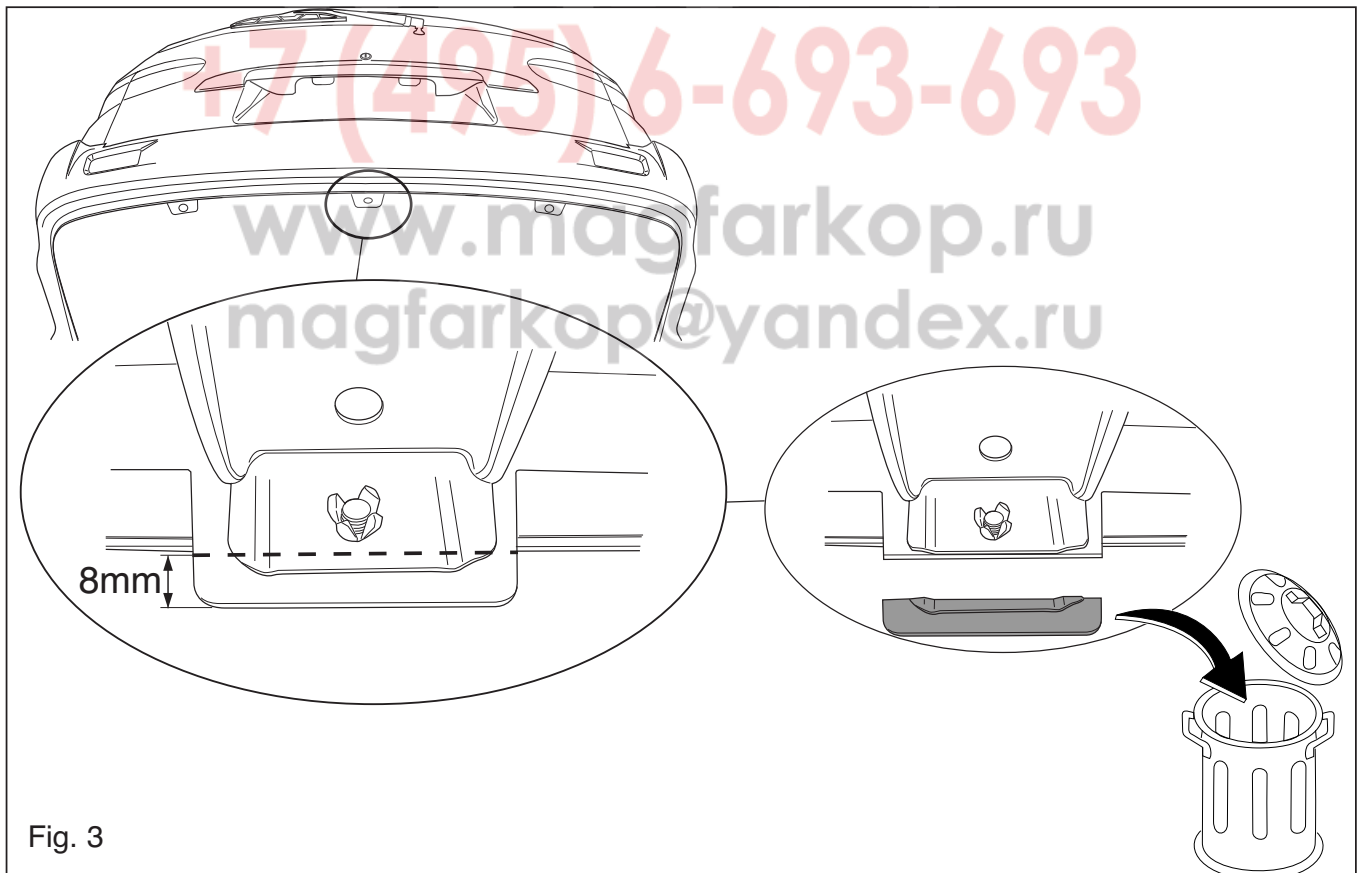

Fig. 3
1. Remove the spare wheel. Fit the angle sections (A) in the threaded holes (B) which are located on the bottom of the left and right chassis. Remove the sealant. Fasten the four M12x1,25x 30 bolts with spring and flat washers at points (B).
3. **Please note. If necessary:** On the underside of the middle of the bumper, saw out a portion measuring 55mm wide and 70mm deep, if necessary. **Please note. If necessary:** Saw out a portion as shown in figure 3.
- Hinweis (soweit erforderlich):** Auf der Unterseite der Stoßstange in der Mitte einen 55 mm breiten und 15 mm tiefen Teil heraus schneiden. **Hinweis (soweit erforderlich):** Gemäß Abb. 3 einen Teil heraussägen. **Gilt nur für SWB:** Die Kupplungskugel mit Halterung anlegen und bei den Punkten G mit Hilfe von vier M12x35-Schrauben einschließlich Federringen und Muttern befestigen. Bei den Punkten F vier M12x35-Schrauben einschließlich Federringen und Muttern anbringen. Die Muttern ein paar Umdrehungen anziehen. **Gilt nur für LWB:** Für Modelle bis 2002 muss die Ersatzradaufhängung entfernt werden. Die Kupplungskugel mit Halterung anlegen und bei den Punkten H mit Hilfe von vier M12x35-Schrauben einschließlich Federringen und Muttern befestigen. Bei den Punkten F vier M12x35-